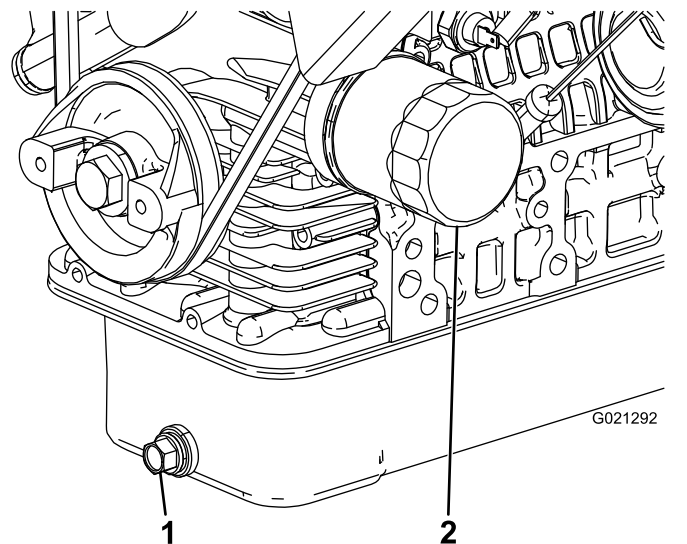

Рисунок 37
2. Снимите сливную пробку и дайте маслу стечь в сливной поддон (Рисунок 37).
4. Снимите масляный фильтр (Рисунок 37).